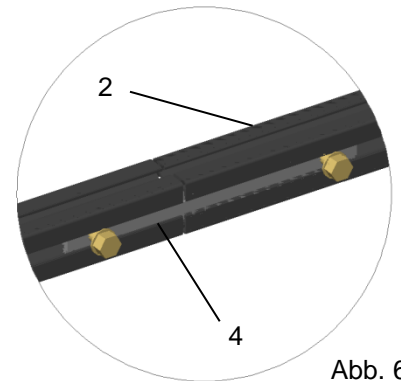

Abb. 6
Im Fall, dass mehrere Montageschienen (2) miteinander verbunden werden, muss ein Verbinderset (4) in die entsprechende Führung des Profils eingeschoben und verschraubt werden (Abb. 6).